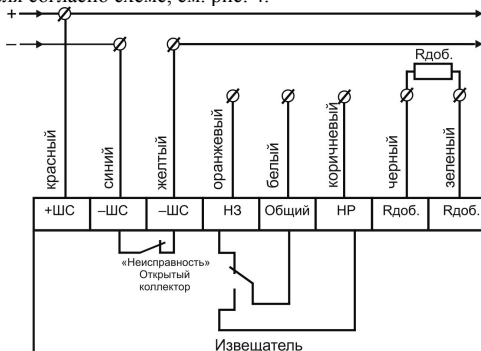

Рис. 3
2.3.1 Подключение извещателей к шлейфу сигнализации и/или к линии питания производится в монтажной коробке в соответствии с рис. 3; 4.
2.4.3 При отсутствии  $R_{доб.}$  будет активировано реле, входящее в состав Извещателя, имеющее перекидной «сухой» контакт, см. рис.3; 4. Ток режима «Пожар» Извещателя при этом будет составлять не менее 22 мА.